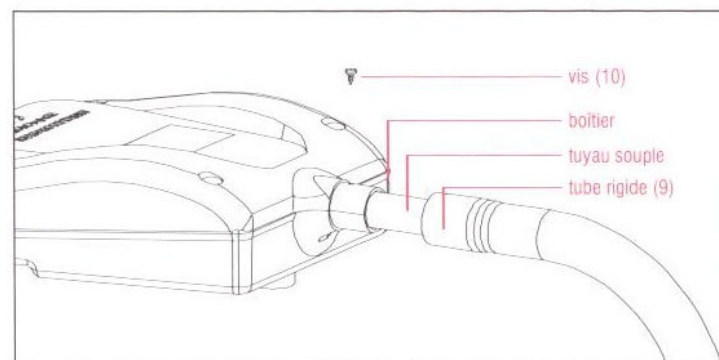

fig.9 - fixation du tube rigide
D- Retirez la vis située sur le tube rigide (fig.9) et conservez-la pour la fixation définitive après la validation des tests.
M- remettez en place le tube rigide (9) (fig. 9)